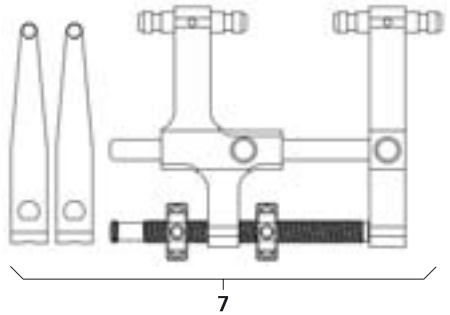

Fig. 7
- Montage du distracteur 7 avec les lames de distraction, voir Fig. 7.